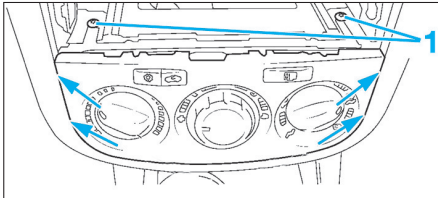

Fig. 19
- Déposer les 2 vis (1) (Fig.19).